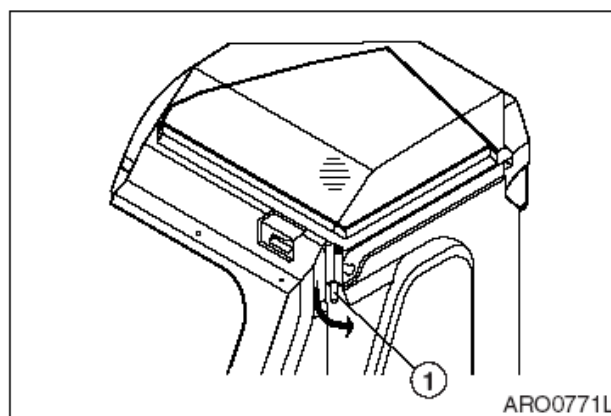

Рис. 94
8. Тянуть стопорный рычаг (1, рис. 94) вниз до тех пор, пока штифт на рычаге, не войдет в отверстие кабины.